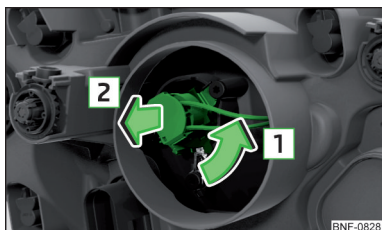

Fig. 174
- › Rotiți conectorul, împreună cu becul cu incandescentă, în sensul săgeții **1** » fig. 174.